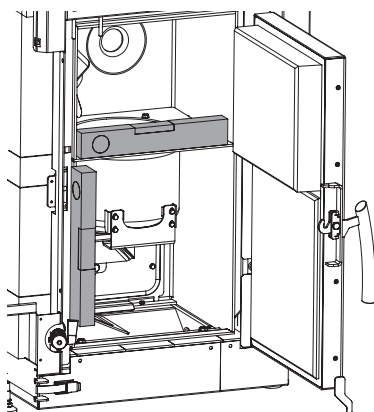

Fig. 87 Allineare la caldaia con una livella a bolla
- ▶ Spingere la caldaia nel luogo e punto di installazione e con le 4 viti di regolazione allinearla in orizzontale o leggermente in salita verso il retro. Per allinearla, appoggiare una livella a bolla nella parte anteriore del telaio della porta o sulla lamiera di tenuta – Fig. 87.